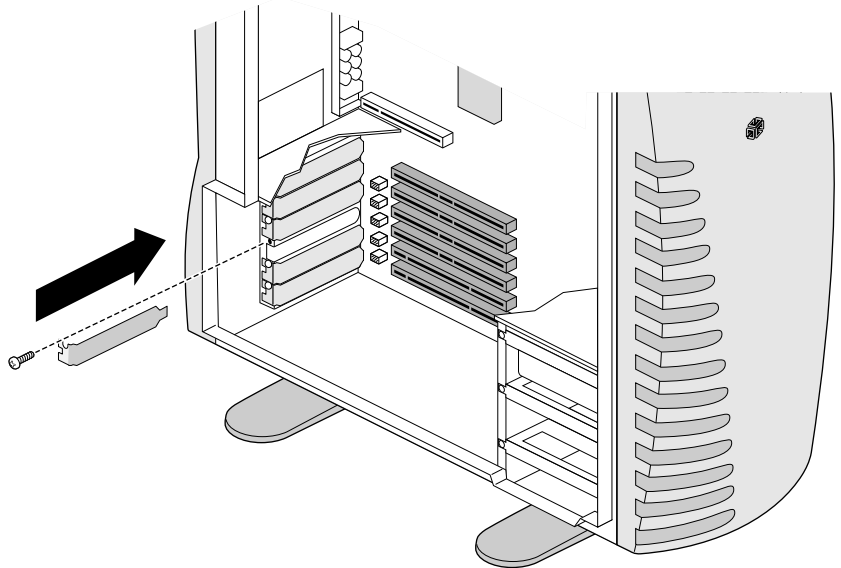

Figure 5-7 Insertion du panneau de protection E/S dans son emplacement
1. Si vous n'insérez aucune carte PCI, placez le panneau de protection devant l'emplacement E/S vide (Figure 5-7). Veillez à insérer la pointe du panneau de protection E/S dans l'emplacement métallique du panneau (à côté de la carte mère). Pour obtenir des instructions concernant l'installation d'autres cartes PCI, reportez-vous à la section « Installation de cartes PCI », page 74.